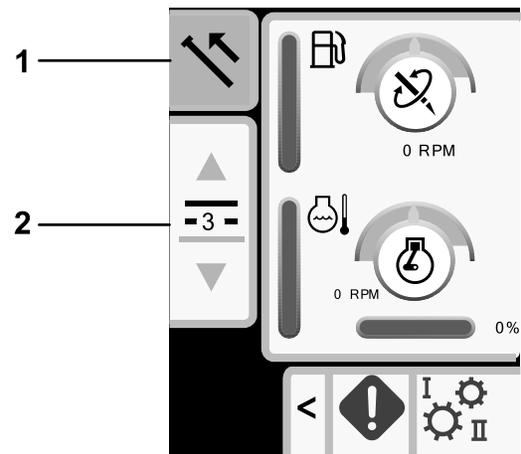

Figura 15
1. Pulse el botón 1 para seleccionar la opción Tirar del tubo (Figura 15).
2. Pulse los botones 2 y 3 para seleccionar la fila en la que desea colocar el tubo (Figura 15).